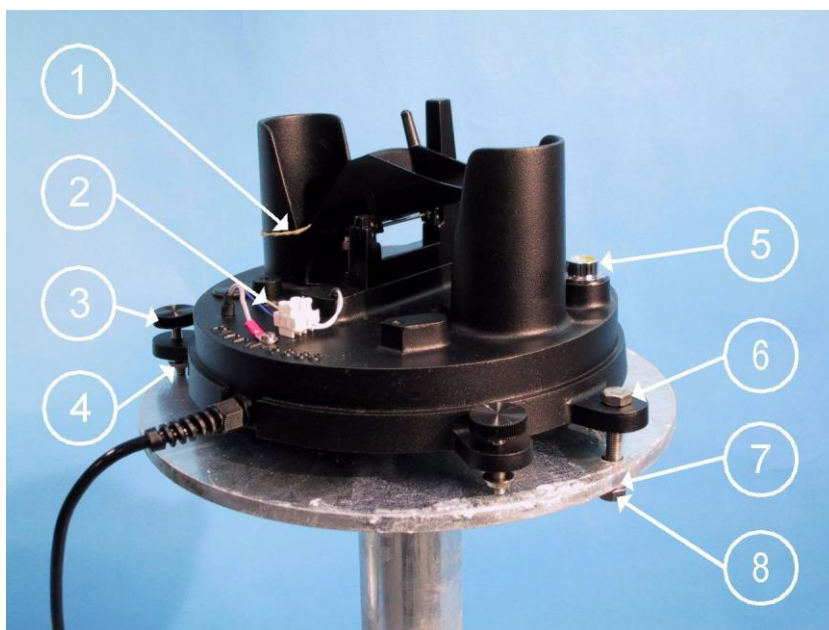

图 9 在支架上安装雨量计
2. 将底座（第 17 页图 9 编号 2）放置在支架上并用三个校平螺丝（3）校平。使用水平仪（5）找平。最后，固定好锁紧螺母（4）。